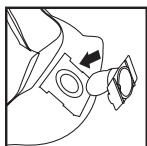

FIGURA 24
32. Coloque el deflector de entrada con la abertura mirando hacia el lado izquierdo o el lado derecho de la bolsa filtrante. Deslice el collar de la bolsa filtrante por encima del deflector de entrada, de manera tal que las muescas del collar de la bolsa coincidan con las lengüetas del deflector de entrada. La bolsa sólo encaja correctamente de una manera. **FIGURA 24.**